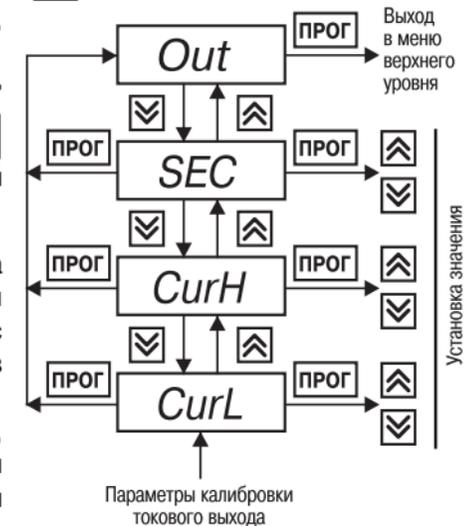

Рис. 20
6.2.2.9. Группа «*Cur*» (рис.20) предназначена для коррекции нижней (параметр «*CurL*») и верхней (параметр «*CurH*») границ выходного тока модуля с токовым выходом 4...20 мА, если он установлен в приборе. Код доступа для данной группы «*_11*».